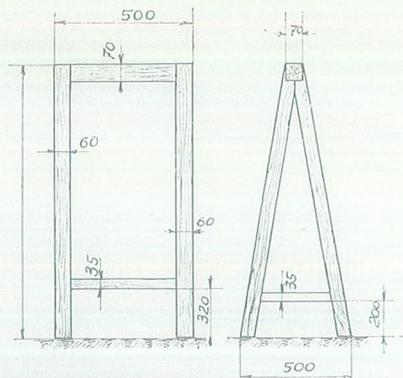

Fig. 41
- 1 cavalletto per il sostegno della parte posteriore della fusoliera (fig. 41),